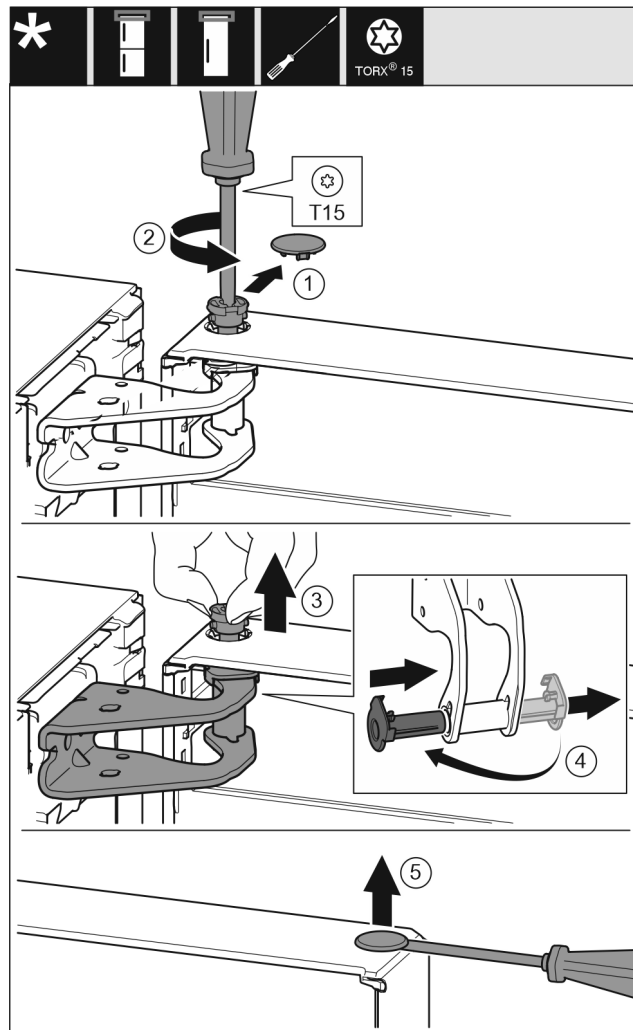

Fig. 9
- Enlever délicatement le cache de sécurité. Fig. 9 (1)
- Dévisser légèrement le bouchon avec un tournevis T15. Fig. 9 (2)
- Tenir fermement la porte et sortir le boulon avec les doigts. Fig. 9 (3)
- Tirer la douille de palier en dehors du guide. La mettre de l'autre côté et l'enclencher. Fig. 9 (4)
- Soulever délicatement le bouchon en dehors de la douille de palier de porte avec un tournevis plat et le sortir. Fig. 9 (5)